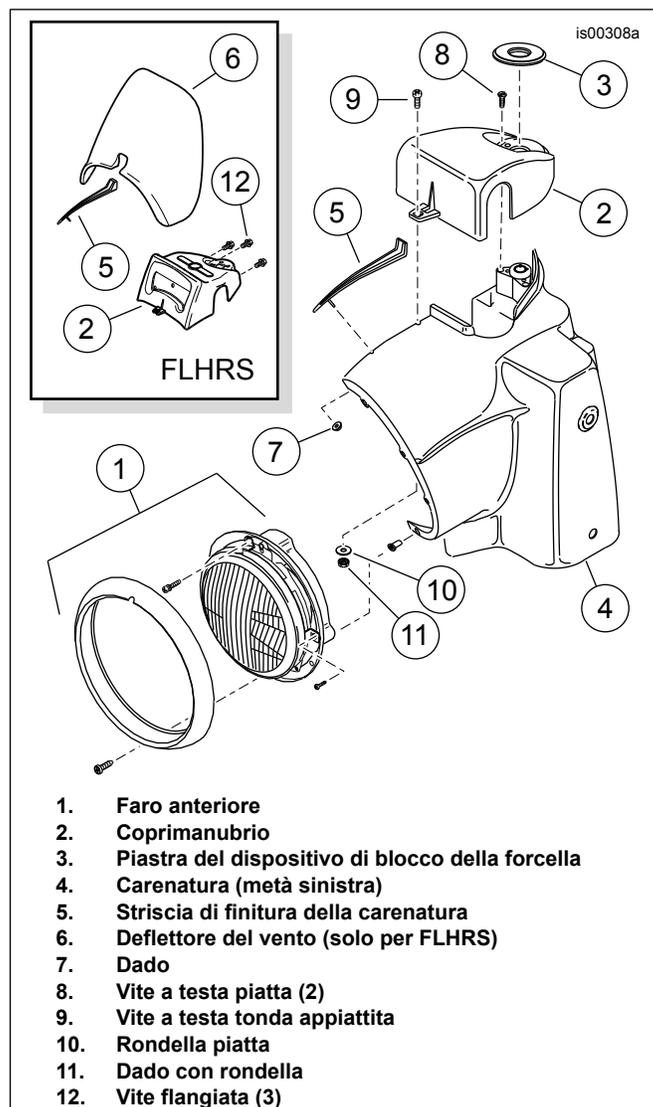

Figura 3. Carenatura, faretto e coprimanubrio (mostrato il FLHR)
14. **Per TUTTI i modelli Road King:** Vedere Figura 3. Arrivare all'interno della gondola del faretto anteriore (4) e rimuovere il dado flangiato (7) per rilasciare la striscia di rifinitura (5) sopra la gondola.